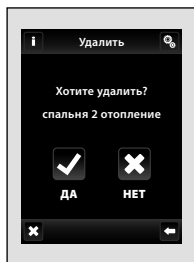

рис. 87
- **Удалить** - Служит для отключения связи между элементом и командой включения группы (элементов) - рис. 87.